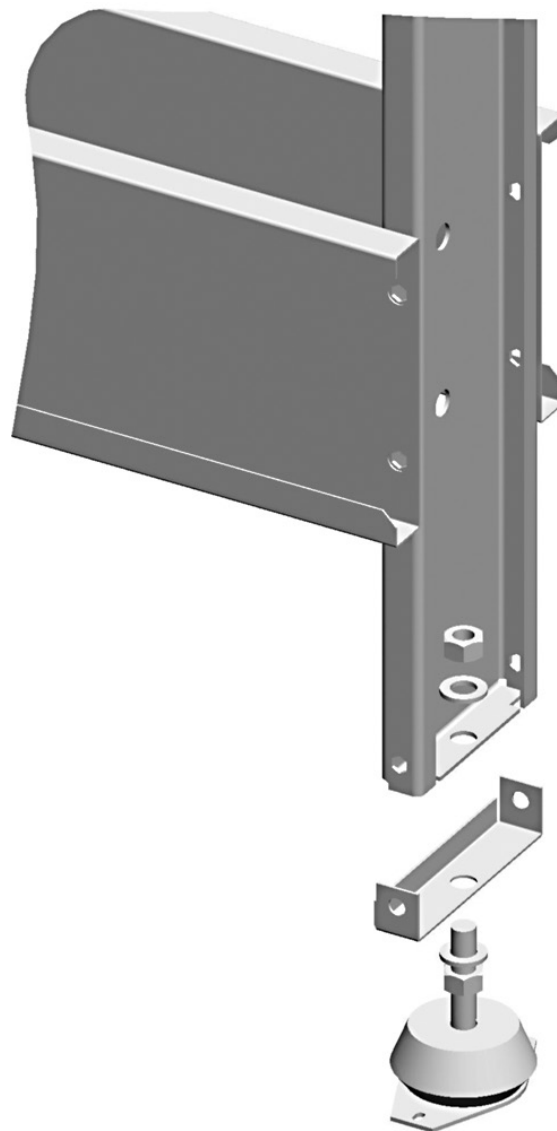

Figura 4
- 6.5 L'apparecchio deve essere saldamente ancorato alla base d'appoggio, utilizzare tutti i punti di fissaggio. Per prevenire la trasmissione del rumore, impiegare eventualmente degli ammortizzatori. Vedi Figura 4.